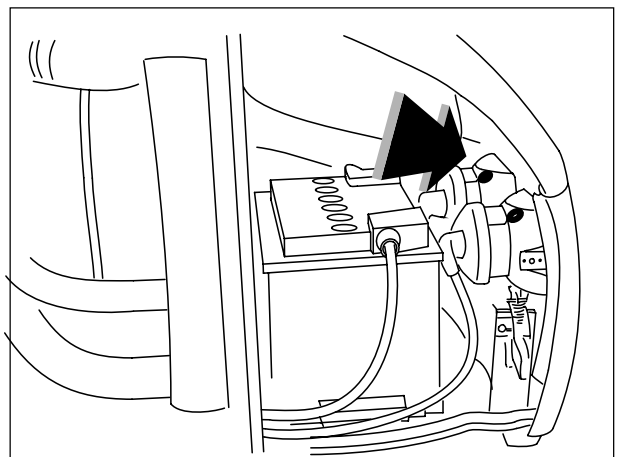

Fig. 56. Parafusos de regulação da orientação dos faróis.
- Para eventuais regulações, intervenha nos parafusos de regulação correspondentes (Fig. 56).